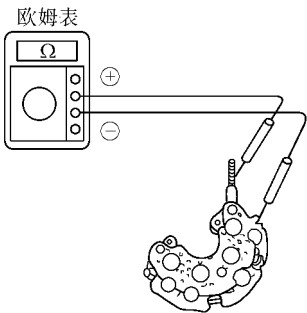

图 7-23 检查导通情况
②将测试棒的极性反过来，检查导通情况，应是一种情况导通，另一种情况不导通，如图 7-23 所示。